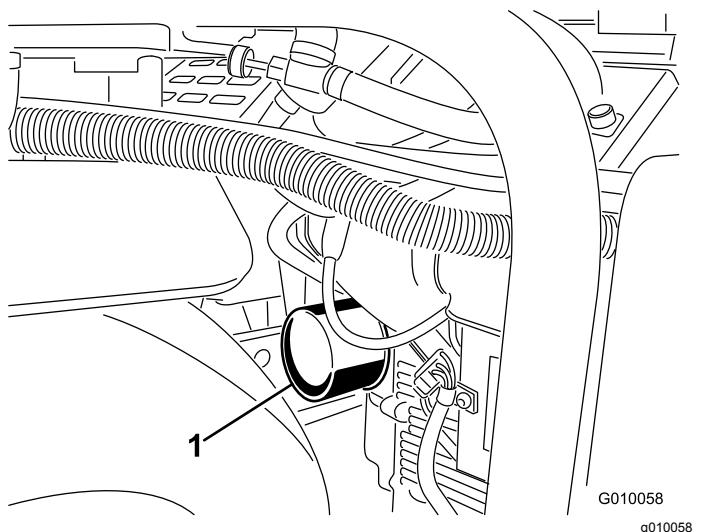
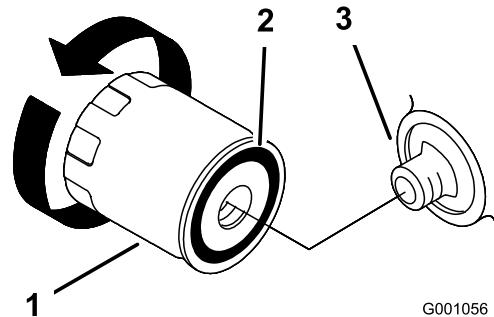

Figure 48
Figure 49
- Placez un bac de vidange peu profond ou un chiffon sous le filtre pour récupérer l'huile (Figure 48).
- Enlevez le filtre à huile usagé (Figure 48 et Figure 49) et essuyez la surface du joint de l'adaptateur.
13. Faites l'appoint d'huile avec précaution pour faire monter le niveau jusqu'au repère du plein (F) sur la jauge.